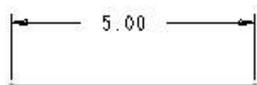

图 2-32 标注单一直线尺寸
- (1) 单击尺寸标注按钮, 进入尺寸标注操作。
- (2) 用鼠标左键单击直线本身，在欲放置尺寸标注处单击中键，如图 2-32 所示。
- (3) 用鼠标左键双击产生的尺寸，输入尺寸数值“5”，按中键完成。